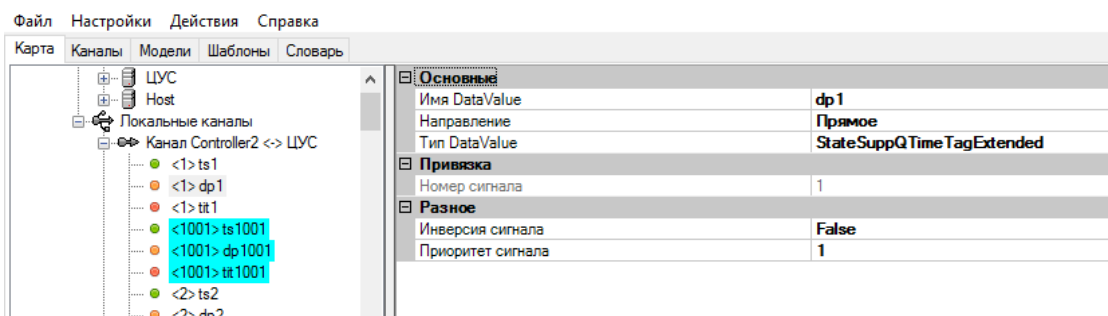

Рисунок 214. Настройки DP в протоколе ICSР
- StateSuppQTimeTagExtended - для сигналов типа DP (см. Рисунок 214).